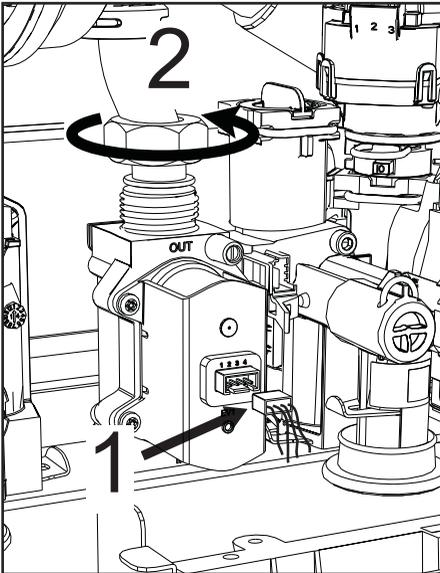

fig. 58
- Desconecte los conectores eléctricos "1" (fig. 58).
- Desconecte el tubo de entrada de gas "2" (fig. 58)